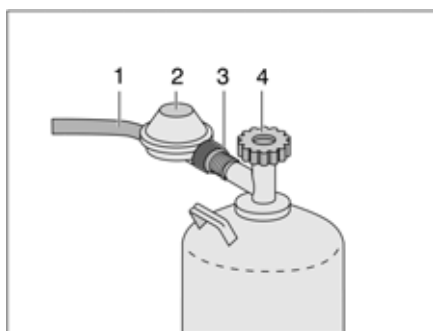

Bild 239 Anslutning gasflaska
- Stäng huvudavstängningsventilen (Bild 239,4) på gasflaskan. Beakta pilriktningen.
- Håll fast gstryckregulatorn (Bild 239,2) och lossa muttern (Bild 239,3) (vänstergänga).
- Tag bort gstryckregulatorn med gasslangen (Bild 239,1) från gasflaskan.
- Sätt gstryckregulatorn (Bild 239,2) med gasslangen (Bild 239,1) mot gasflaskan och dra åt muttern (Bild 239,3) för hand (vänstergänga).